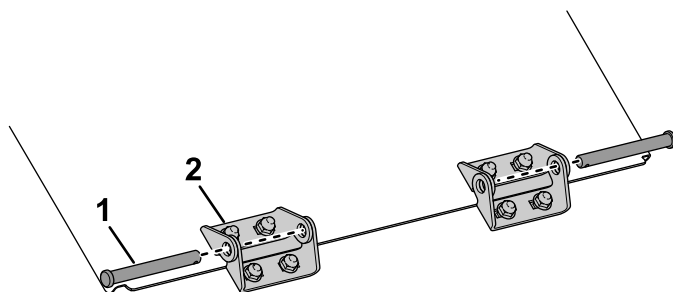
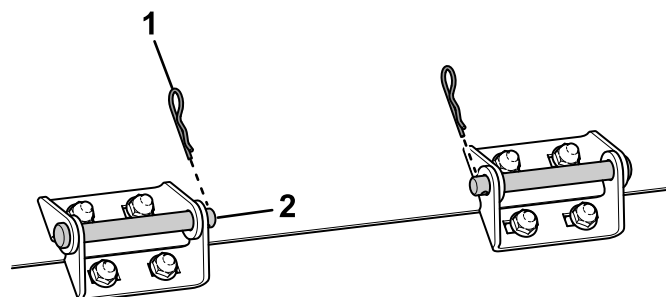

Рисунок 8
Рисунок 9
7. Установите дверцу бункера на машину, подсоединив с 2 сторон петли с помощью осей петель, как показано на Рисунок 8 и Рисунок 9.